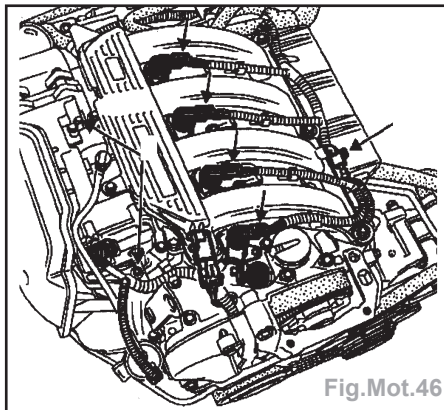

Fig.Mot.46
- Débrancher le connecteur (3) ainsi que ceux des bobines (Fig.Mot.46).